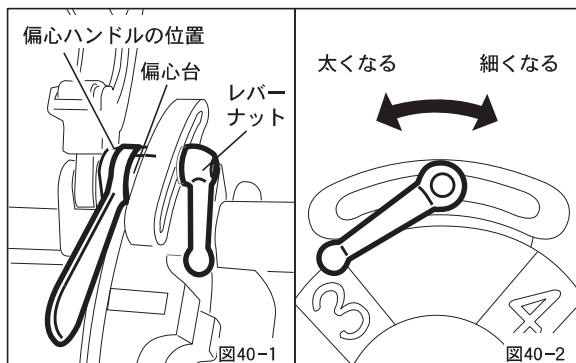
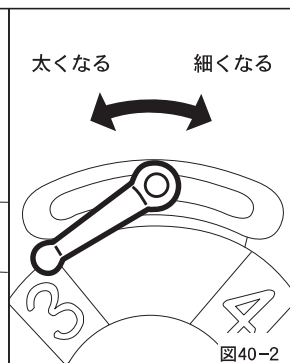

図40-1
図40-2
- ①ねじ切り寸法を合わせる時には、偏心ハンドルをかならず手前に倒してから、ダイヘッドのねじ切りサイズ寸法と偏心台の目盛りを合わせてください。（図40-1）
- ②レバーナットをしっかりと締めてください。
- ③太め、細めのねじを切るには、偏心台の目盛りをサイズ目盛りの線より手前にずらして合わせると太く切れ、反対に向側にずらして合わせると細く切れます。（図40-2）